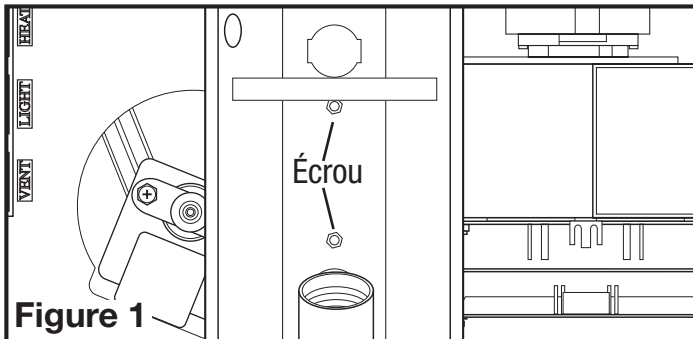

Figure 1
- Enlever les deux écrous hexagonaux qui tiennent le réflecteur de lumière en place. Conserver le réflecteur et les écrous dans la boîte jusqu'au besoin pour qu'ils ne soient pas perdus ou endommagés (Figure 1).